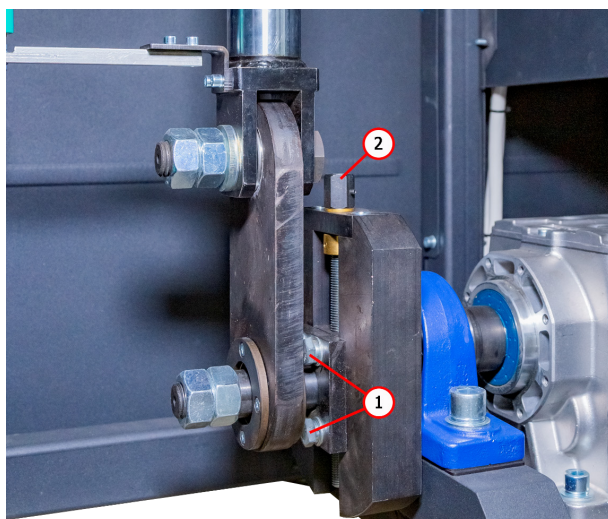

Рисунок 31. Механизм регулировки хода амортизатора
3. Ослабьте 4-е болта поз.1 рис. 31.
4. Изменение рабочего хода происходит вращением регулировочного винта поз. 2 рис. 31: против часовой стрелки – увеличение, по часовой стрелки – уменьшение.
5. Затяните 4-е болта поз. 1 рис. 31.